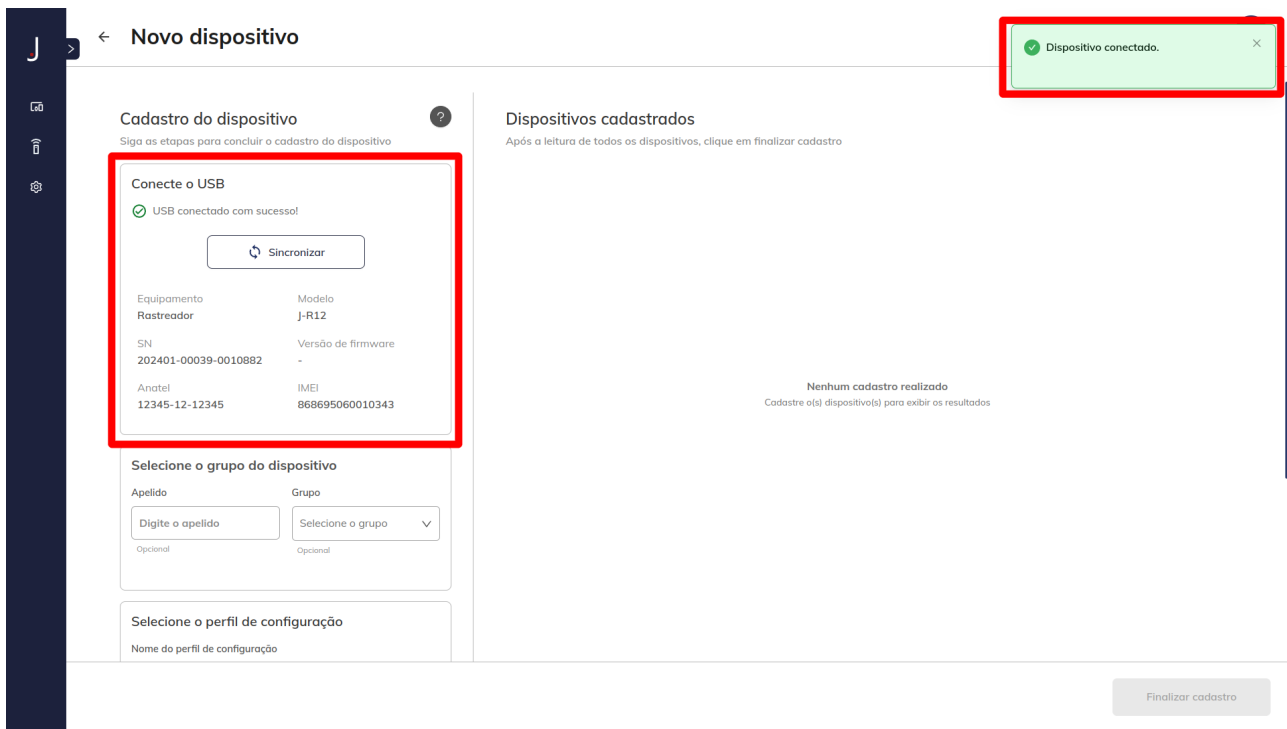

Figura 21: Confirmação de dispositivo conectado.
5. **Confirmação de Conexão:** Verifique se o IMEI e o número de série são exibidos, confirmando a conexão do dispositivo (Figura 21).